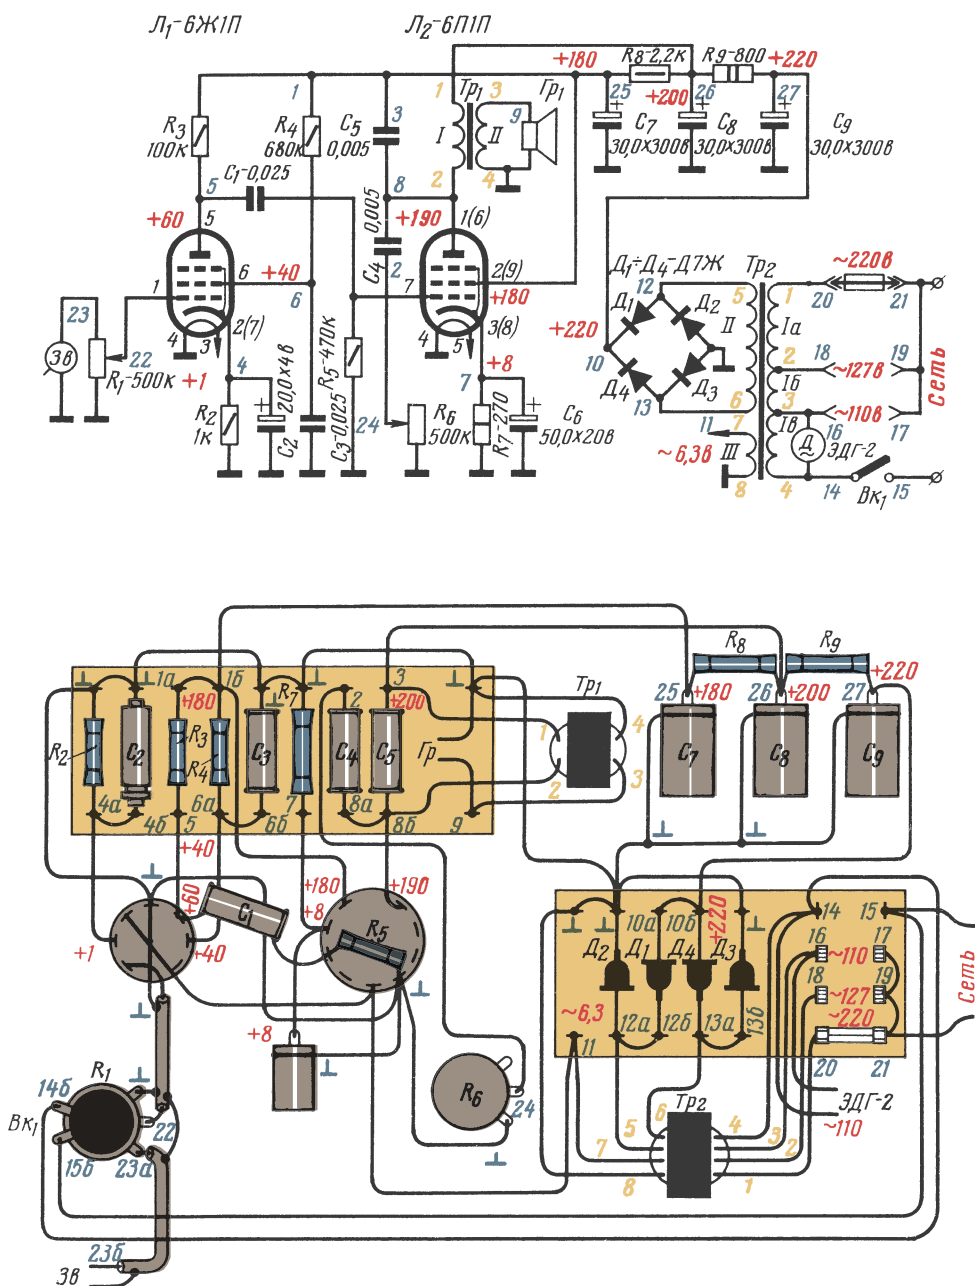
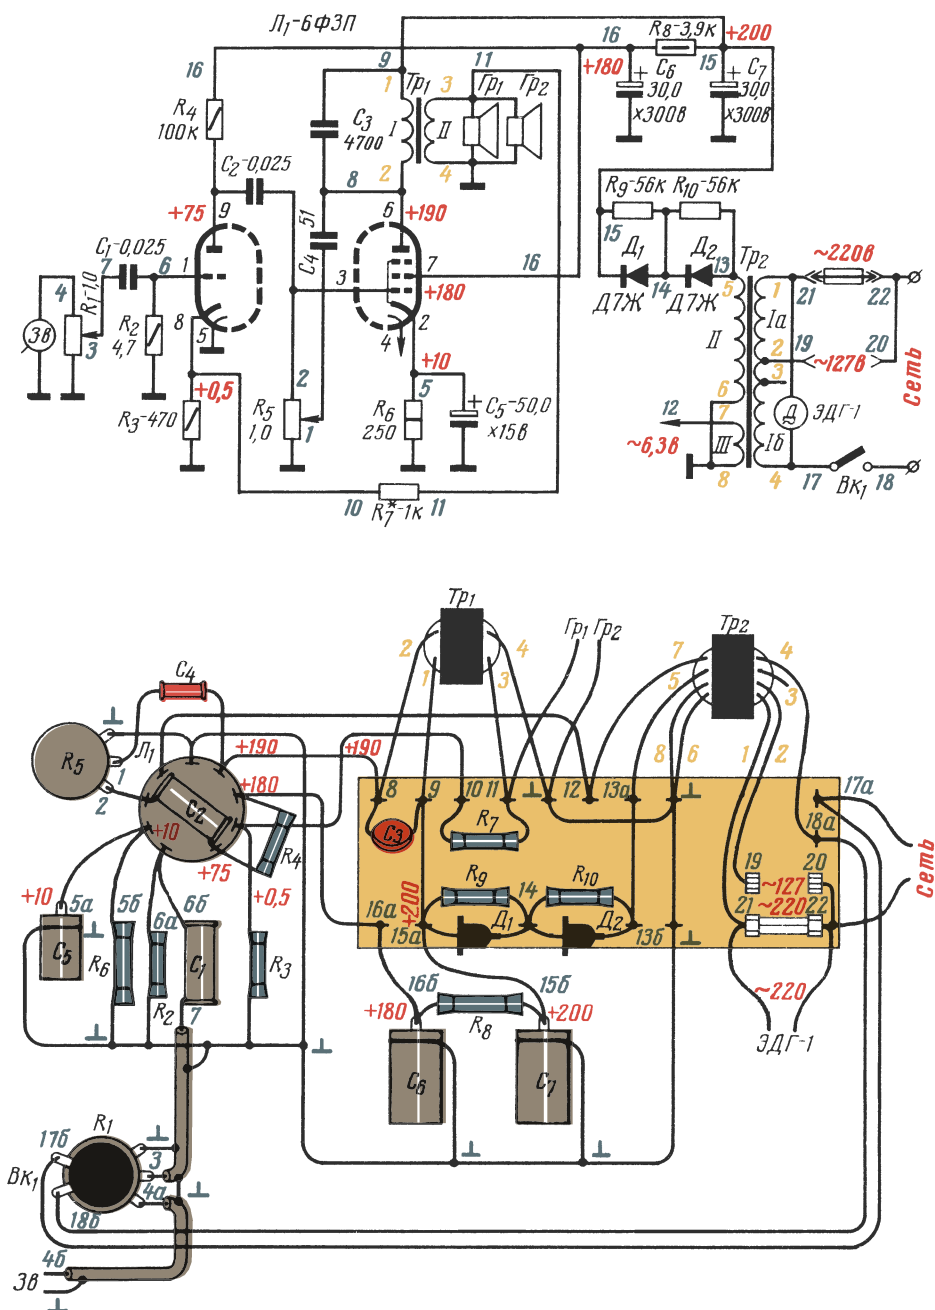
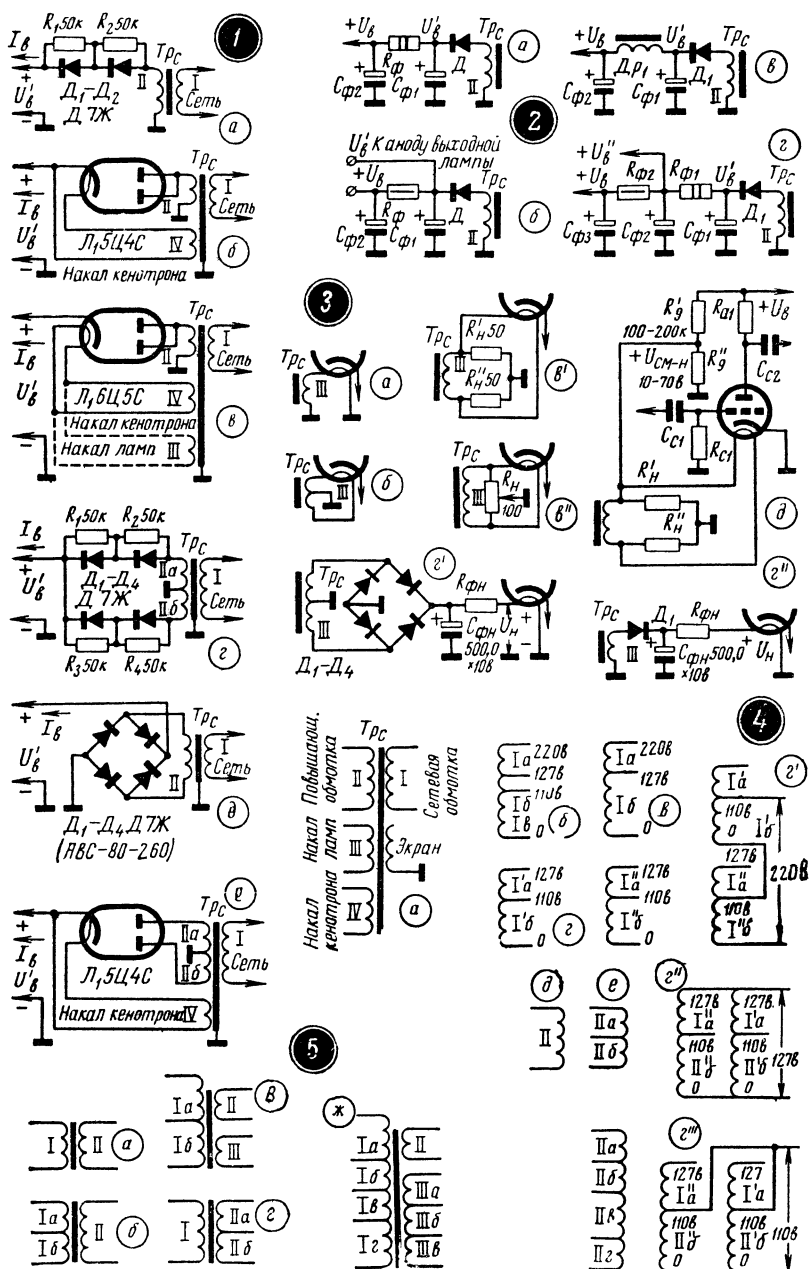

Рис. 44. Простой двухламповый усилитель.
Рис. 46. Одноламповый усилитель.
Рис. 48. Выпрямители, фильтры, силовые и выходные трансформаторы.
В радиограммофоне можно использовать любой современный мотор со звукоснимателем. Во всех наших конструкциях используется трехскоростное проигрывающее устройство ЭПУ-5 со звукоснимателем и двигателем ЭДГ-1 (рис. 20, 5). Этот двигатель рассчитан только на напряжение 220 в, а к сети 127 в он подключается через повышающий автотрансформатор. Для этой цели «по совместительству» используется силовой трансформатор (Tr_2 , рис. 44); в блоке питания усилителя двигатель всегда подключен к отводу сетевой обмотки «220 в». В некоторых проигрывателях установлен двигатель ЭДГ-2. Он рассчитан на напряжение 110 в, и в сеть с напряжением 220 в его нужно включать через понижающий трансформатор. Для этого опять-таки используется сетевая обмотка силового трансформатора (рис. 46).
Теперь о схемах (рис. 44, 46, 51, 61). С первой из них мы уже знакомы (рис. 30, 30), и поэтому о ее построении, о назначении отдельных деталей не имеет смысла говорить. Для
Режим работы усилителя определяется анодным напряжением (табл. 12 и 13), а оно, в свою очередь, зависит от выбранного силового трансформатора. На первых двух схемах указаны режимы ламп для случая, когда в качестве Tr_2 используется силовой трансформатор от приемника «Рекорд-61». Этот трансформатор дает выпрямленное напряжение около 230 в, что позволяет получить выходную мощность до 3—4 вт. Нужно сказать, что такая мощность не всегда нужна. Так, например, если для радиограммофона выбрана первая конструкция (рис. 47, 2, а) и используется один громкоговоритель 1ГД-9, то вполне можно ограничиться выходной мощностью до 1,5 вт. Для этого удобнее всего снизить анодное напряжение, применив трехзвенный фильтр (рис. 48, 2).
Обратите внимание, что напряжение на анод выходной лампы (рис. 46) подается с конденсатора C_7 (аналогично схеме рис. 30, 18). Это сделано для того, чтобы анодный ток лампы не проходил через R_8 и на этом сопротивлении не терялась слишком большая часть выпрямленного напряжения. Такая хитрость позволяет повысить напряжение на анодах, но несколько увеличивает уровень фона — на анод выходной лампы поступает плохо отфильтрованное напряжение.
Распространенные схемы анодных выпрямителей приведены на рис. 48, 1, а в табл. 14 — данные ряда силовых трансформаторов. В предпоследней колонке этой таблицы указано эффективное значение переменного напряжения (U_{II}) на повышающей обмотке трансформатора (для двухполупериодных — на половине обмотки). Можно считать, что такую же величину будет иметь и выпрямленное напряжение, хотя при достаточно большой емкости первого конденсатора фильтра $C_{\phi 1}$ выпрямленное напряжение может быть на 15—25% выше, чем U_{II} .
Все схемы выпрямителей (рис. 48, 1) можно разделить на три группы: однополупериодные (*а, б, в,*), двухполупериодные (*г, е*) и мостовые (*д*). Первые работают через такт, то есть используют только один из двух полупериодов переменного напряжения (рис. 30, 16) и дают ток с частотой пульсаций 50 гц. По возможности, следует отдавать предпочтение двухполупериодным и мостовым схемам (рис. 30, 17), где используются оба полупериода и частота пульсаций составляет уже 100 гц. Это облегчает фильтрацию пульсирующего напряжения: чем выше частота, тем меньше может быть емкость конденсаторов фильтра $C_{\phi 1}, C_{\phi 2}, C_{\phi 3}$, замыкающих накоротко переменную составляющую этого напряжения. Кроме того, однополупериодная схема при прочих равных условиях дает более низкое выпрямленное напряжение.
Наиболее опасно для вентиля обратное напряжение $U_{обр.}$, которое действует в тот момент, когда вентиль не пропускает тока. Это напряжение представляет собой сумму постоянного U_v и амплитуды переменного $U_{II \text{ ампл.}}$ напряжений. Поэтому вентиль выбирают с большим запасом — он должен выдерживать обратное напряжение, которое значительно превышает выпрямленное. В однополупериодных и двухполупериодных схемах допустимая для данного вентиля величина $U_{обр.}$ (табл. 15, рис. 80) должна быть в три раза больше, а в мостовых в полтора раза больше, чем выпрямленное напряжение. И в тех случаях, когда один вентиль может не выдержать подводимого напряжения, соединяют последовательно два вентиля, например два полупроводниковых диода. При этом вентили (диоды) шунтируют одинаковыми сопротивлениями, чтобы напряжение всегда распределялось между ними поровну (рис. 48, 1, а, г).
В заключение поясним одну особенность кенотронных выпрямителей. Для накала кенотронов обычно используют отдельную обмотку (IV) силового трансформатора, тщательно изолированную от других обмоток и от корпуса (рис. 48, 1, б, г). Необходимость тщательной изоляции связана с тем, что на катоде действует «плюс» довольно большого напряжения (200—300 в), и нельзя допустить, чтобы произошел пробой (короткое замыкание) катода через нить накала и накальную обмотку на корпус. В некоторых лампах (5Ц4С) катод соединен с нитью накала внутри баллона, и здесь заземлить нить накала это значит, заземлить (замкнуть накоротко) «плюсы» выпрямителя. В то же время есть лампы (6Ц5С, 6Ц4П) с хорошей изоляцией между катодом и подогревателем. При анодном напряжении до 400 в накал этих ламп можно питать от общей накальной обмотки, которая всегда заземлена (рис. 48, 1, в).
На рис. 48, 2 приведены схемы фильтров выпрямителя. Наилучшую фильтрацию выпрямленного напряжения дают фильтры с дросселем Dr_{ϕ} (рис. 48, 2, в). Дроссель оказывает довольно большое сопротивление переменной составляющей выпрямленного тока и почти беспрепятственно пропускает постоянную составляющую. Если общий выпрямленный ток I_{ϕ} не превышает 40—60 ма, то дроссель можно намотать проводом ПЭ-0,16 (0,2) и разместить на сердечнике сечением 3—5 см². При токе 80—120 ма сечение сердечника и диаметр провода целесообразно увеличить примерно в полтора раза. Намотка во всех случаях ведется внавал, до полного заполнения каркаса. Сердечник собирается встык с использованием тонкой бумажной прокладки (рис. 49). Вместо дросселя любители иногда включают выходные трансформаторы, точнее, их первичную обмотку.
В итоге переменное напряжение накала попадает в катодную цепь лампы и таким образом действует между сеткой и катодом. Одна из мер борьбы с этим источником фона — обязательное заземление одного провода накальной цепи (рис. 48, 3, а). Еще лучшие результаты может дать заземление средней точки накальной обмотки (рис. 48, 3, б). Если обмотка не имеет средней точки, то ее можно создать искусственно (рис. 48, 3, в', в'') с помощью низкоомного потенциометра либо двух постоянных сопротивлений по 30—50 ом. Весьма эффективная мера — питание нити накала выпрямленным напряжением (рис. 48, 3, г', г''). Этот довольно дорогой метод снижения фона имеет смысл применять только для питания нити накала первого каскада усилителя с очень высокой чувствительностью (несколько милливольт). Напряжение накала
Кое-что может дать положительное смещение на нить накала первой лампы (рис. 48, 3, д). В этом случае на корпусе, а значит, и на управляющей сетке появляется значительный «минус» относительно нити накала и лампа оказывается запертой для накального переменного напряжения, которое «нахально лезет» на сетку.
В схеме рис. 44 предполагается использование выходного трансформатора от радиолы «Рекорд-61». Он рассчитан на подключение двух громкоговорителей 1ГД-9 к лампе 6П14П. Но поскольку оптимальное сопротивление нагрузки для этой лампы примерно такое же, как и для 6П1П (рис. 80), мы применили трансформатор без переделки. Вообще же при выборе готового выходного трансформатора (табл. 16, рис. 48, 5) нужно учитывать три фактора. Во-первых, расчетная мощность трансформатора не должна быть меньше выходной мощности усилителя. Во-вторых, первичная обмотка должна иметь достаточную индуктивность. И, наконец, третье: необходим такой коэффициент трансформации, чтобы сопротивление нагрузки, пересчитанное в первичную обмотку, соответствовало оптимальному сопротивлению, рекомендованному для данной лампы.
Усилитель, выполненный по схеме рис. 46, кажется намного проще предыдущего, хотя в принципе они мало различаются. Сравнительная простота конструкции второго усилителя связана с использованием новой комбинированной лампы — триод-пентода 6ФЗП. Эта лампа специально предназначена для двухкаскадных усилителей НЧ небольшой мощности. Ее триодная часть используется в усилителе напряжения, а пентодная — в усилителе мощности.
Теперь перейдем к более совершенным усилителям, схемы которых приведены на рис. 51 и 61. Прежде всего заметим, что в каждом из них имеется два каскада усиления напряжения, которые собраны на двойном триоде 6Н2П (L_1). Каждый из них усиливает напряжение больше чем в 30 раз (почти на 30 дБ), и, таким образом, общий коэффициент усиления составляет 1000 (около 70 дБ). Это почти в 10 раз больше, чем давал пентод 6Ж1П в схеме рис. 44. Значительный запас усиления позволяет ввести довольно глубокую отрицательную обратную связь и с ее помощью значительно снизить нелинейные искажения и улучшить частотную характеристику. В этих усилителях $K_{н.и}$ при номинальной мощности 4 вт не превышает 3—4%, в то время как в предыдущей схеме он при такой же мощности составил бы 7—8%. Здесь уместно
является использование нескольких громкоговорителей — двух высокочастотных 1ГД-9 и низкочастотного 5ГД-14 (табл. 8). Таким образом получается уже довольно сложный акустический агрегат, для которого можно применить четвертую конструкцию радиогаммофона (рис. 44). Усилитель, конечно, не может полностью «накормить» все громкоговорители, и они работают с недогрузкой. Это несколько не уменьшает излучаемой звуковой мощности, но зато заметно снижает искажения.